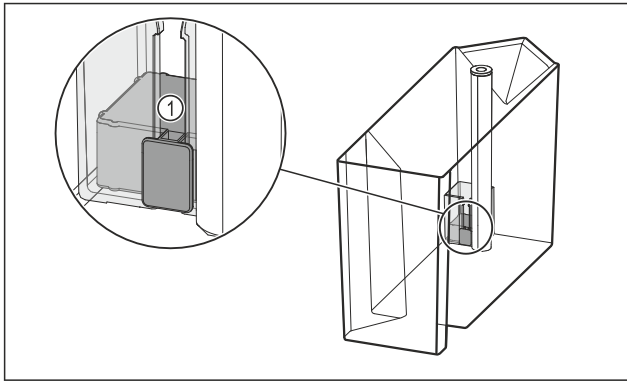

Fig. 111
- ▶ Проверьте, не застрял ли поплавок Fig. 111 (1).